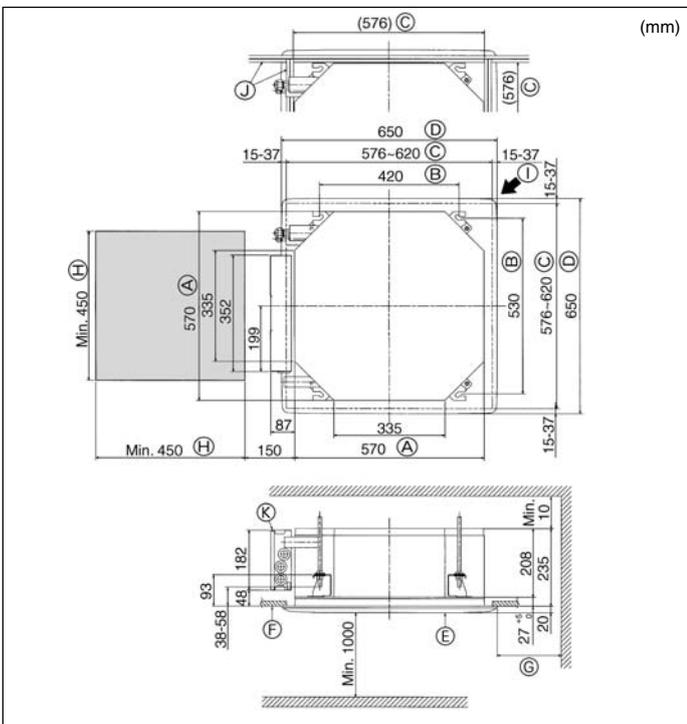

Fig. 4-2
⑤	Schraube mit Unterlegscheibe (M5 × 25) für Gitteranbringung	4
⑥	Abläßmuffe	1
⑦	Isolierung	1
⑧	Befestigungsschraube für ⑨ 3,5 × 16 (schwarz) (für SLZ-KA-VAL)	2
⑨	Fernbedienungseinbaugeschäule (für SLZ-KA-VAL)	1
⑩	Mikro-Batterie (für SLZ-KA-VAL)	2
⑪	Fernbedienung (für SLZ-KA-VAL)	1
4.2. Lage der Öffnungen in der Decke und der Befestigungsschrauben für die Aufhängung (Fig. 4-2)